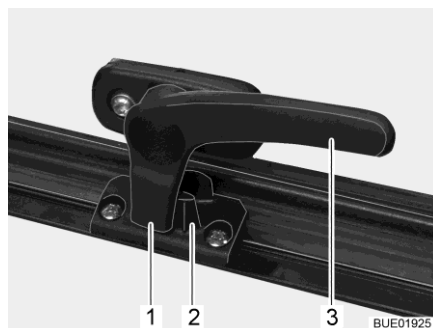

Fig. 21 Leva di serraggio (posizione "Chiusa")
- Ruotare la leva di serraggio (Fig. 21,3) di un quarto di giro verso il centro della finestra.
- Ruotare la leva di serraggio (Fig. 21,3) di un quarto di giro verso il telaio della finestra. Il nasello di chiusura (Fig. 21,1) si trova sul lato interno della chiusura della finestra (Fig. 21,2).
- In posizione "Completamente chiusa" (Fig. 21).